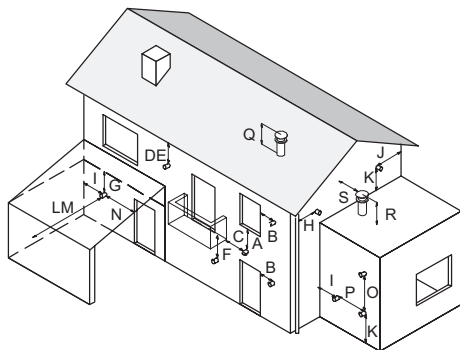

Figura 5.15
- rispettare le distanze minime di Figura 5.15 ed eventuali norme nazionali e locali vigenti.